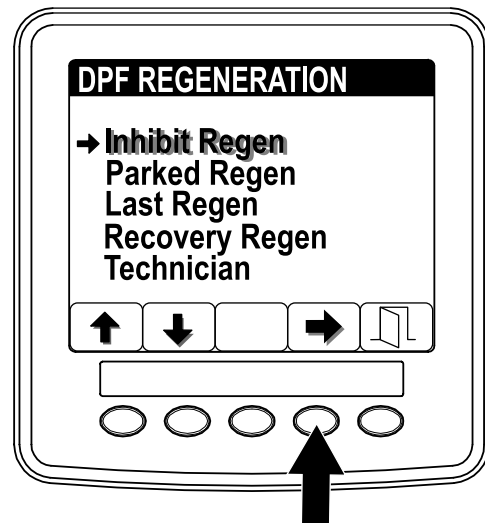

Figura 43
1. Acesse ao menu de regeneração DPF e pressione o botão 1 ou 2 para se deslocar para baixo para a opção INIBIR REGEN (Figura 43).
2. Pressione o botão 4 para selecionar a entrada (Figura 43)